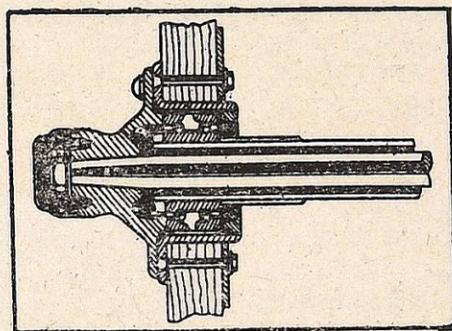

Fig. 2.—Eje trasero de tipo tres cuartos flotante.
**Eje tres cuartos flotante**—Fig. 2—En este tipo de eje, la rueda está unida al árbol del eje mediante cuña y tuerca en el extremo cónico del árbol, mientras el extremo de adentro del árbol queda conectado o sin conectar en el engranaje lateral del diferencial. Generalmente, el extremo del árbol del eje tiene forma rectangular o está ranurado, para encajar en un correspondiente orificio al centro del engranaje lateral del diferencial.